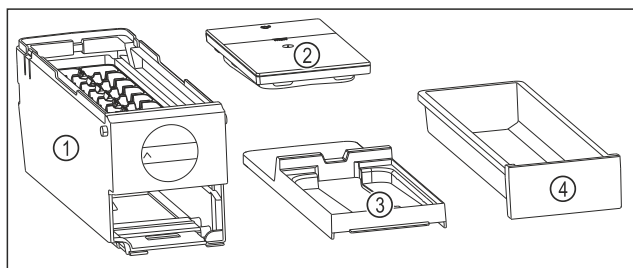

Fig. 132 Составные части EasyTwist-Ice
- ▷ EasyTwist-Ice разобран на четыре части. (см. Fig. 132)
- ▶ Разбирайте EasyTwist-Ice только на составные части, представленные на рисунке. (см. Fig. 132)
- ▶ Очищайте корпус EasyTwist-Ice Fig. 132 (1) как цельное устройство.